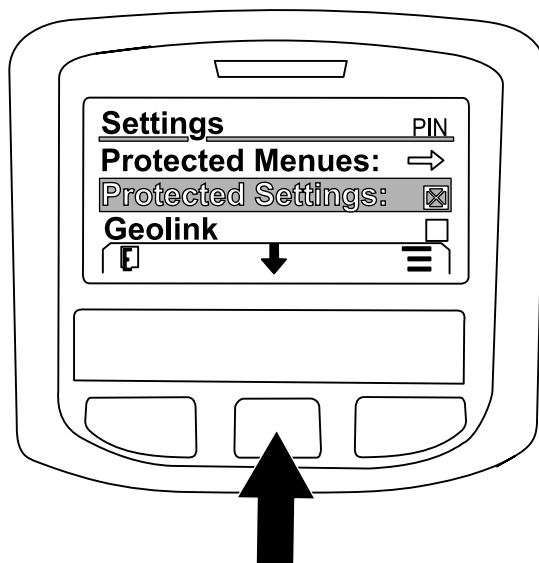

Рисунок 229
- 7. Нажмите среднюю кнопку, чтобы перейти к позиции GEOLINK, а затем нажмите правую кнопку, чтобы настроить эту позицию (Рисунок 229).